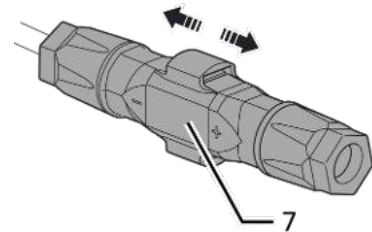

Abb. 24. Befestigung prüfen
5. Einrastung durch leichtes Ziehen an der Kupplung prüfen (siehe Abb. 24).